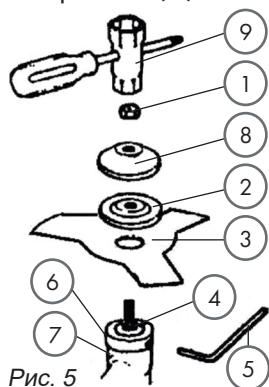
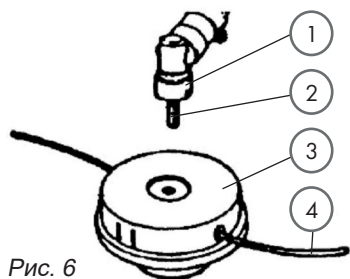

Рис. 5
Рис. 6
1. Установите на выходной вал редуктора (4) внутренний (6), а затем прижимной фланец (2) (см. рис. 5).
2. Зафиксируйте вал от проворота с помощью ключа (5) (см. рис. 5), закрутите кассету с леской (3) против часовой стрелки до упора (см. рис. 6).